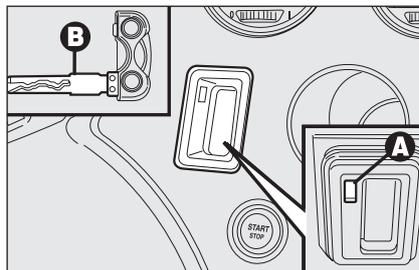

fig. 8
- inserire l'inserto metallico **B-fig. 8** della chiave elettronica nella fessura **A**;
**AVVERTENZA** Non introdurre nella fessura **A-fig. 8** oggetti diversi dall'inserto metallico **B** della chiave elettronica.